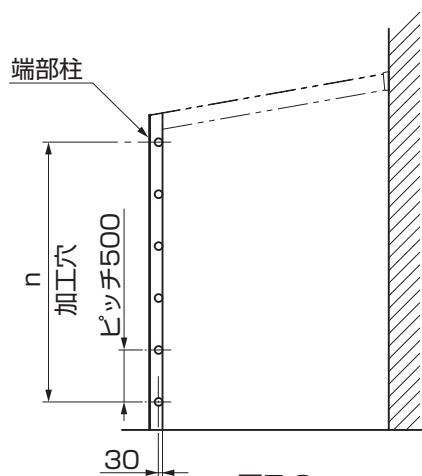
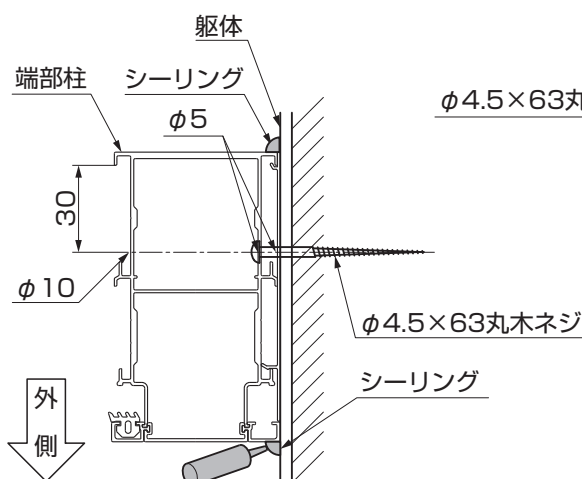
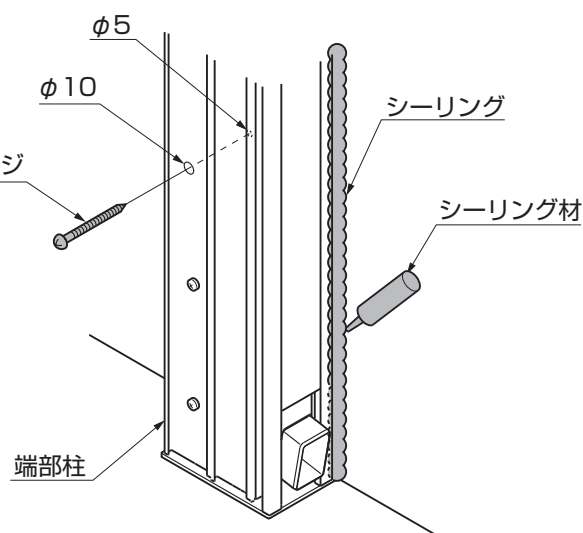

図7-2
図7-3
図7-4
- ①入隅側の端部柱に、φ10、φ5の穴をあけてください。（図7-2、図7-3、表7-1参照）
- ②端部柱と躯体を、「φ4.5×63丸木ネジ」で取付けてください。（図7-3、図7-4参照）
- ③端部柱と躯体の取合せ部にシーリングをしてください。（図7-4参照）